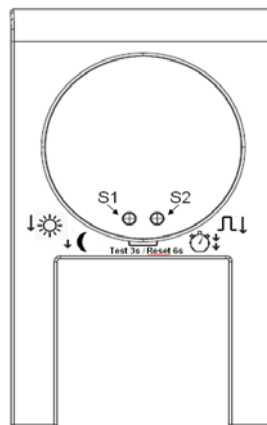

Bild 2: Lage der Anzeige- und Bedienelemente auf der Sensorseite des Bewegungsmelders
- 2 Taster (S1 und S2, siehe Bild 2): zum lokalen Einstellen von Betriebsart, Helligkeitsschaltswelle und Nachlaufzeit des Bewegungsmelders, unabhängig vom Bus
Soll der Testbetrieb erneut aktiviert werden, so kann dies durch gleichzeitiges Drücken von S1 und S2 für mind. 3 s (max. 5 s) ausgelöst werden. Die LED blinkt dabei für 3 s schnell und bleibt dann eingeschaltet. Lässt man nun die Tasten los, so wird der Testbetrieb durch 2x Blinken der LED bestätigt. Ein vorzeitiger Abbruch des Testbetriebs kann durch kurzen Tastendruck auf S1 oder S2 (Bild 2) erfolgen.